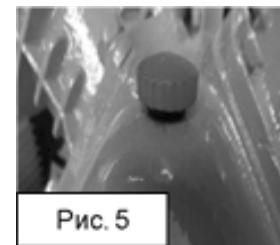

Рис. 5
- Открутите крышку маслоналивной горловины (Рис.5).